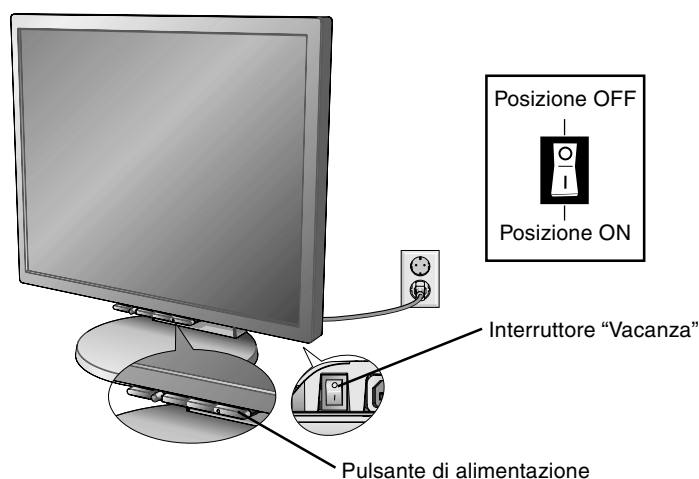

Figura E.1
10. Collegare il cavo di alimentazione alla presa di alimentazione (**figura E.1**).
11. L'interruttore "Vacanza" sul retro del monitor deve essere acceso (**figura E.1**). Accendere il monitor con il Pulsante di alimentazione, posto sulla parte anteriore, e il computer.